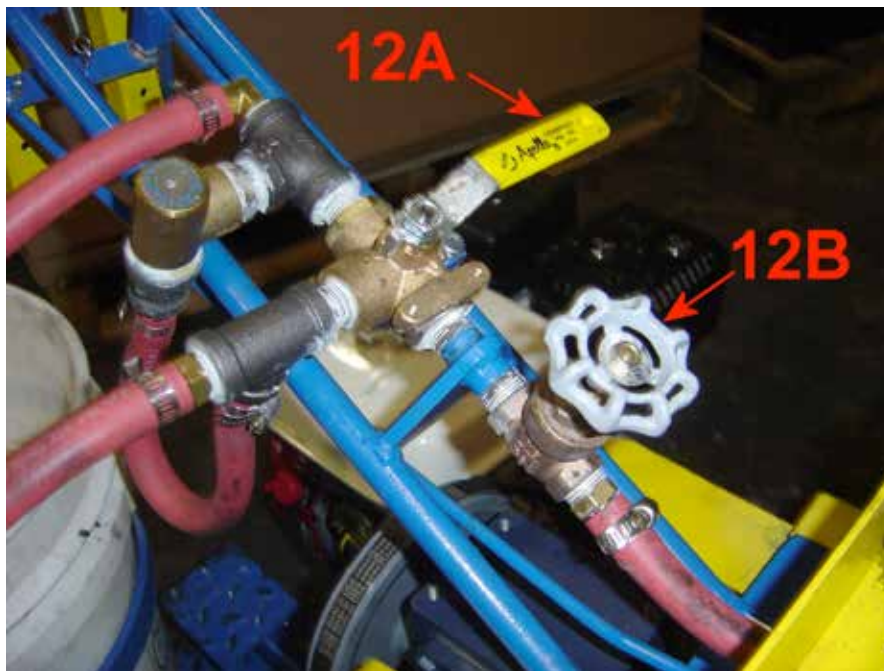

图 12 施胶系统布局
1. 施胶系统使用皮带驱动容积泵运作。泵用插入胶桶的管子提供胶水。施胶泵为操作人员控制台供胶(图 12)。胶流用三通阀门(12A)引导方向。流量由门阀(12B)控制。